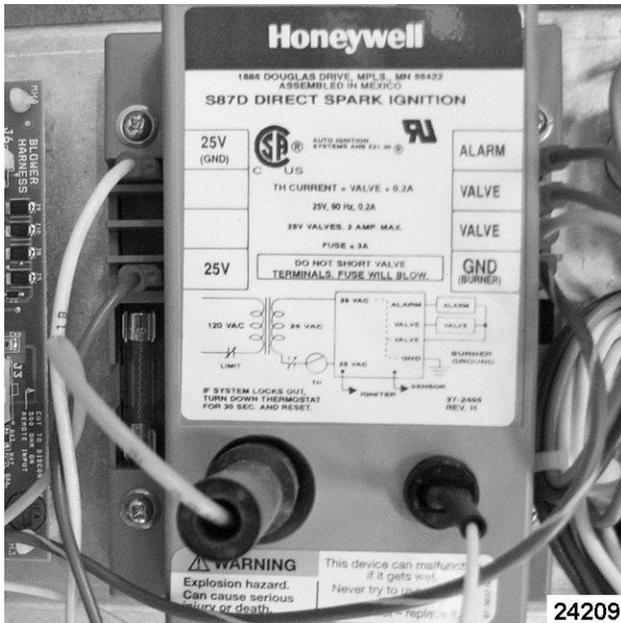

Fig. 52
**1ST GENERATION IGNITION MODULE SHOWN IN Fig. 52**